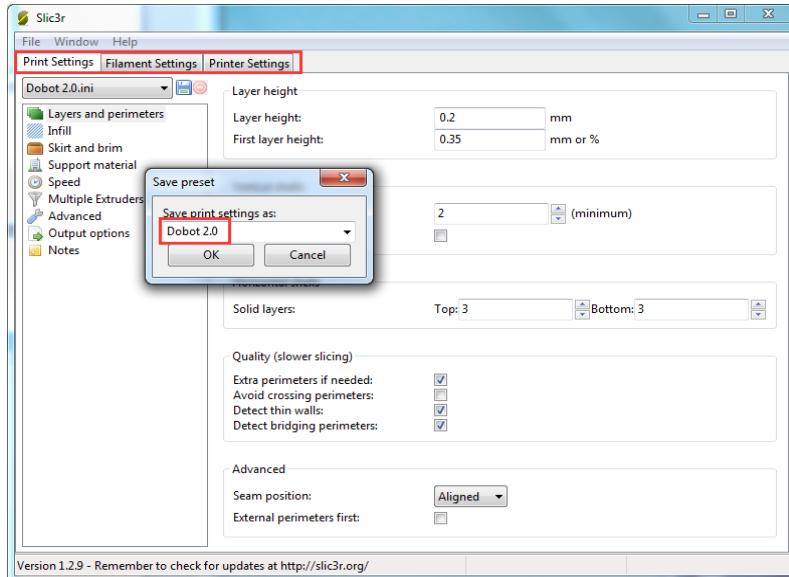

图 5.140 保存配置参数
3. 导入后需要分别针对“Print Settings”、“Filament Settings”以及“Printer Settings”三个页签进行保存，也可以重命名为其他名字，此示例中设置为默认值，如图 5.140 所示。